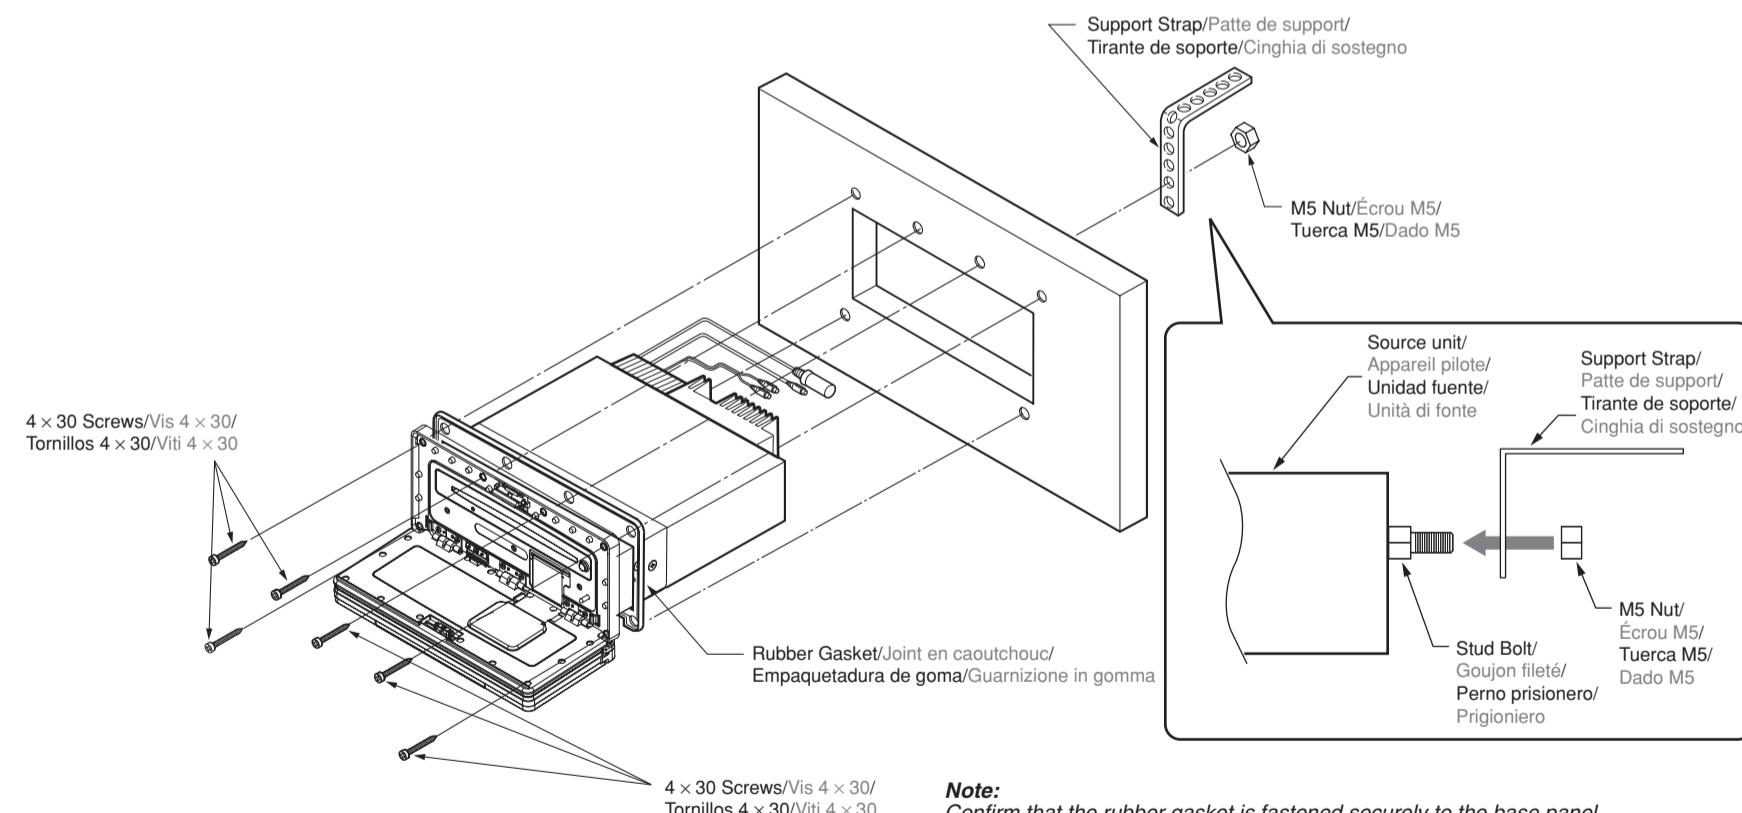

Figure 5 / Figure 5 / Figura 5 / Figura 5
2. Utilizzare i viti fornite (4 x 30) per fissare l'appareil pilote. (Figure 5)
3. Utilizzare la patte di supporto per fissare l'appareil pilote sul pannello anteriore a l'ajuda de l'écrou M5 forniti. (Figure 5)
1. Insert the source unit into the cutout hole until to the end. (Figure 5)
2. Using the supply screws (4 x 30) to secure the source unit. (Figure 5)
3. Using support strap to secure the source unit on the back side by supply M5 nut. (Figure 5)
4. Attach the side covers to the source unit. (Figure 5)
1. Insérez l'appareil pilote jusqu'au bout dans l'orifice découpé. (Figure 5)
2. Utilisez les vis fournies (4 x 30) pour fixer l'appareil pilote. (Figure 5)
3. Utilisez la patte de support pour fixer l'appareil pilote sur le panneau arrière à l'aide de l'écrou M5 fourni. (Figure 5)
4. Fixez les couvertures latérales sur l'appareil pilote. (Figure 5)